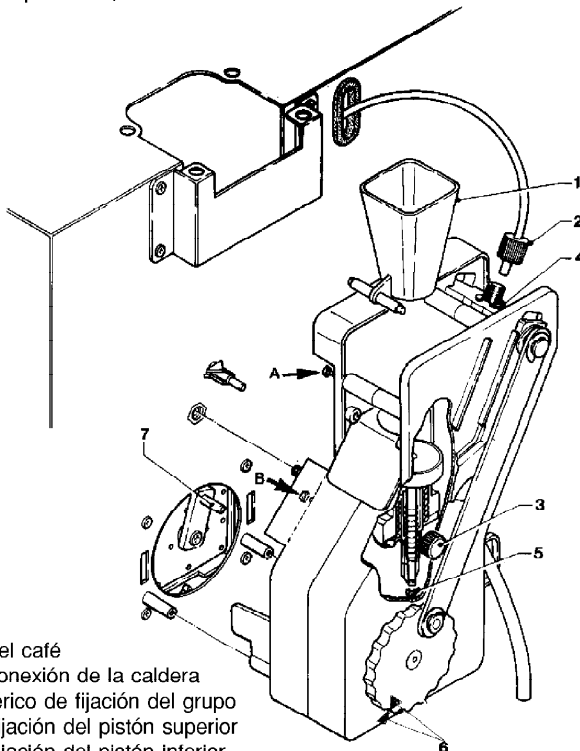

Fig. 15
- desconectar del pistón superior el tubo de teflón que conecta la caldera, teniendo cuidado en no perder la guarnición (ver fig. 15);
Esta tarjeta (ver Fig. 15) procesa los informes enviados por los pulsadores y el sistema de pago y controla las activaciones, el visualizador de cuatro cifras y los LED.
La tensión de 15 Vca necesaria para el funcionamiento de la placa se suministra mediante el transformador (ver Fig. 15), protegido por un fusible de 125 mA T en el primario y uno de 1,25 A T en el secundario; la tarjeta rectifica y estabiliza directamente la tensión.